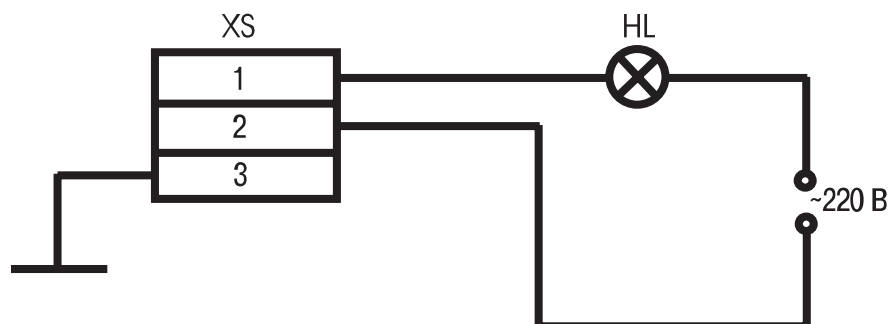

Рис.4
Генератор размагничен	Возбудить согласно рис.4
10.5. В случае потери возбуждения генератора, приложить к контактам розетки генератора напряжение 220 В в течение 1 сек. согласно схеме, рис. 4.